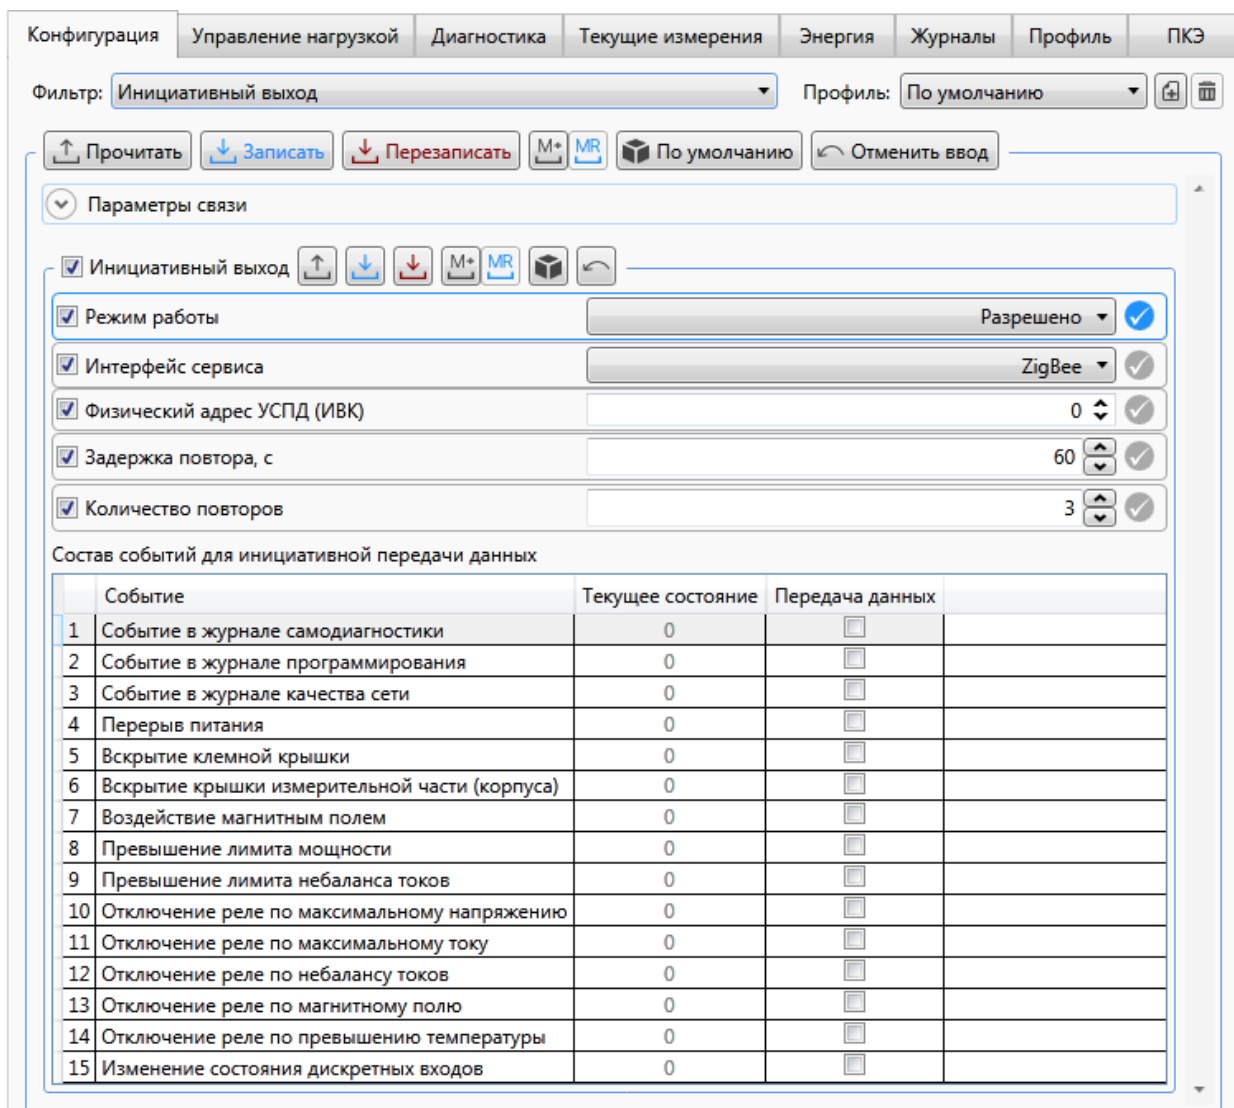

Рисунок 9.35 – Настройка параметров инициативного выхода счетчика
9.5.17.1 Для конфигурирования параметров инициативного выхода счетчика необходимо перейти на вкладку *Конфигурация* области параметров программы КОНФИГУРАТОР и далее в выпадающем списке *Фильтр* выбрать пункт *Инициативный выход* (рисунок 9.35).